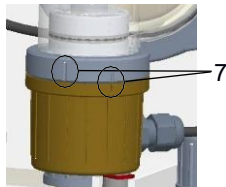

Fig. 24 Avsnitt, lock
- 26 Skruva på locket igen genom att vrida det åt höger så långt som markören (1) (se Abb. 24). Se till att inte koppla bort signalkabeln!